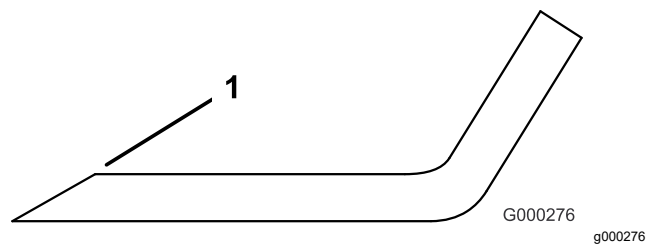

Bild 126
3. Prüfen Sie die Schnittkanten aller Messer und schärfen die Kanten, wenn sie stumpf sind oder Kerben haben (Bild 126).
Hinweis: Schärfen Sie nur die Oberseite der Schnittkante und behalten Sie den ursprünglichen Schnittwinkel bei, um die Schärfe des Messers zu gewährleisten (Bild 126). Das Messer bleibt ausgewuchtet, wenn Sie die gleiche Menge Metall von beiden Schnittkanten entfernen.